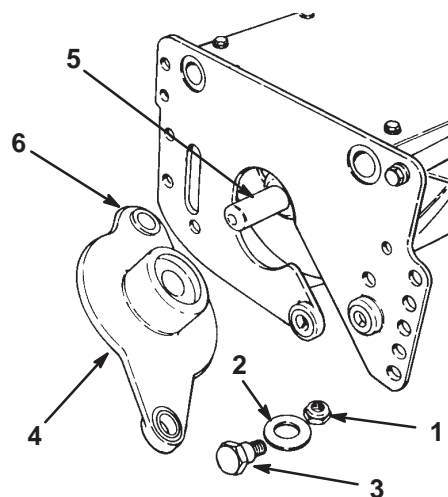

Fig. 29
2. Ta bort ansatsbultarna, bussningarna och distansbrickorna från bägge sidor av enheten och ta bort underknivsstången/underkniven (fig. 29).
3. Ta bort den inre låsmuttern från justeringstappen, skruvarna till fästet och justeringsdelarna från sidoplåten (fig. 29).
1. Kontrollera om flänsbussningarna i drivkåpan och lagerhusets monteringshål är slitna (fig. 29). Byt ut dem om det behövs.
7. Sätt i ansatsbulten genom Belleville-brickan och kåpans bakre monteringshål. Sätt bulten genom sidoplåtens monteringshål (fig. 29). Sätt fast den koniska låsmuttern på bulten. Dra åt den koniska muttern till moment 61–75 Nm.